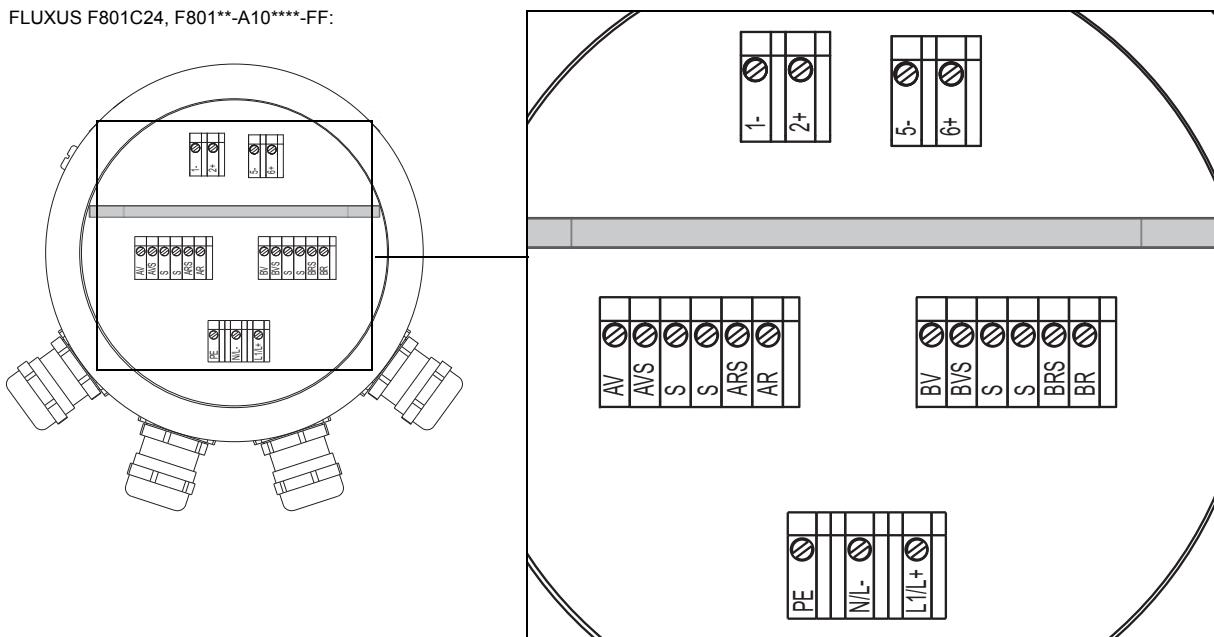
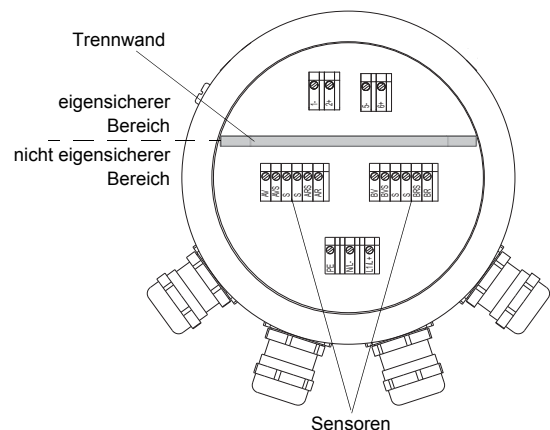

Abb. 7.3: Klemmenbezeichnung des Messumformers
Abb. 7.5: Klemmen für den Anschluss der Sensoren (Verlängerungskabel)
- Schließen Sie Seele und Schirm korrekt an die Klemmen des Messumformers an (siehe Abb. 7.3, Abb. 7.5 und Tab. 7.1).